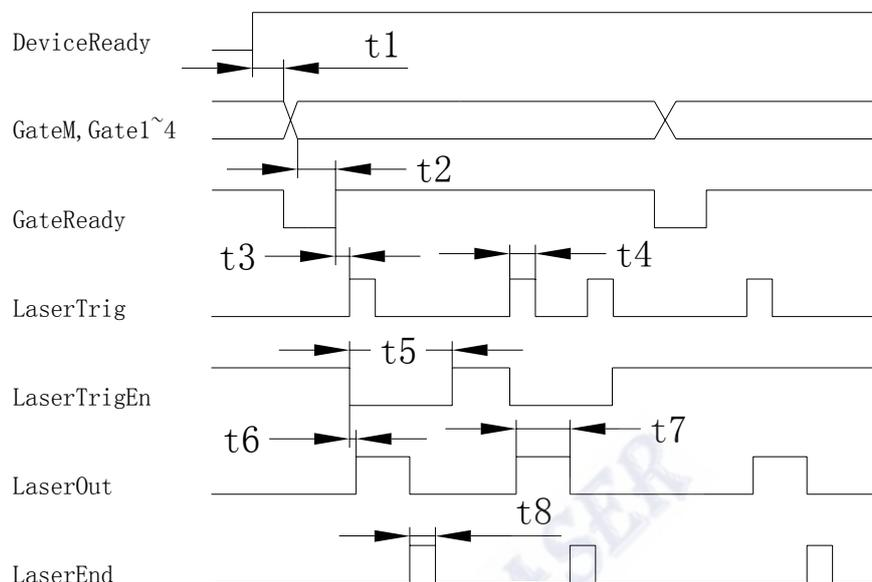

图 5-7 时序图 1
1) 下图描述了光闸切换和激光触发的时序图。(如图 5-7)